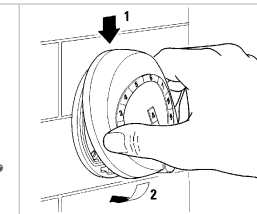

Abb. 4
- Das digitale Codeschloss an der an der Wand befestigten Halterung einspannen, angefangen oben an der Halterung. Abb.4